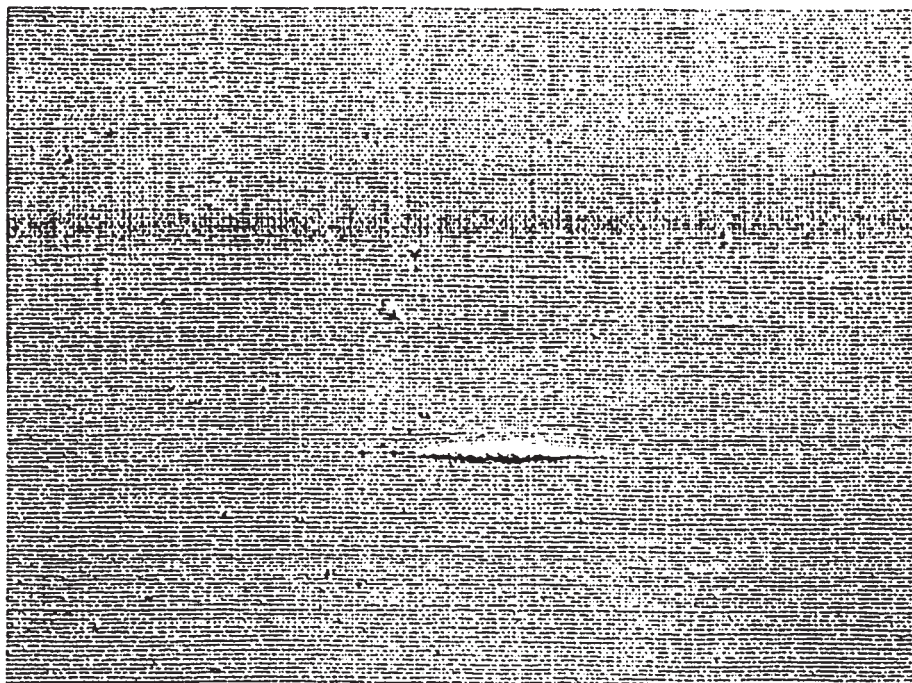

Bild 11
3.4 Flusen im Gewebe: Eingewebte lose Fasern, die nicht zum Gewebe gehören (siehe Bild 11).